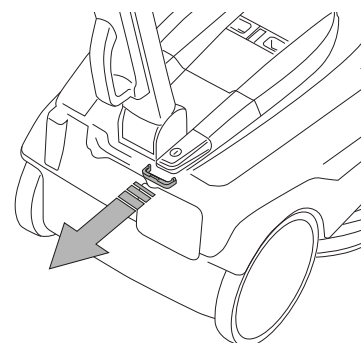

Fig.2C
- Снимите механический замок с выключателя (рис. 2C).